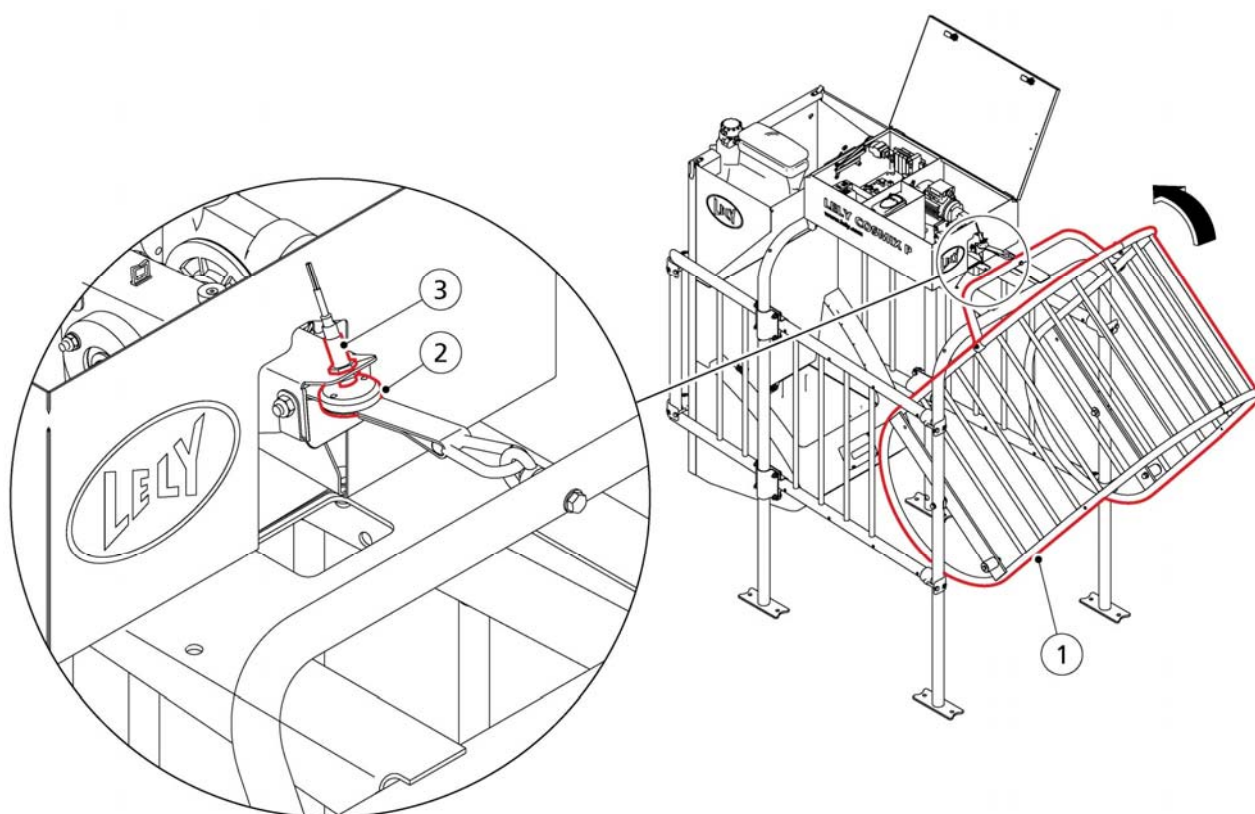

Figure 37. M-boksi rihma kontrollimine
1. Tõmmake söödamahuti kate (1, fig. 37, page 7-1) kummalgi küljel olevaid vedrusid ja eemaldage kate (2).
2. Kergitage söödalehtri katet (3) ja eemaldage see.